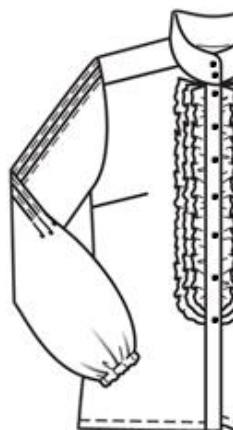

Рисунок 1 – Фрагмент блузки. Обработка полочки
1) *Внешний вид фрагмента заданного изделия должен полностью соответствовать техническому рисунку модели и художественно-техническому описанию (стр. 3, табл.1) и рисунку фрагмента (стр. 7, рис. 1).*